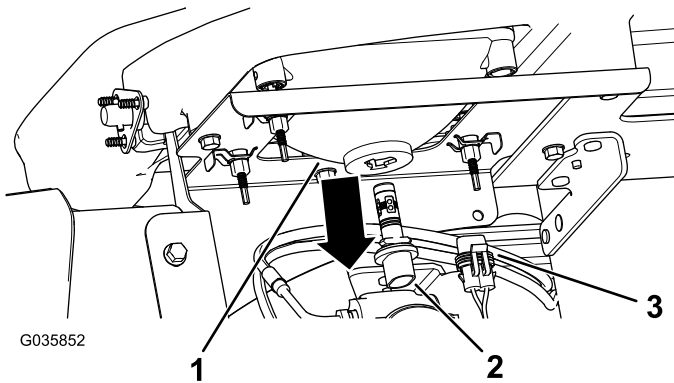

Bild 49
3. Schließen Sie den elektrischen Anschluss für den Kabelbaum vom Lampenanschluss hinten am Scheinwerfergehäuse ab (Bild 49).
4. Drehen Sie die Birne um eine Vierteldrehung nach links und bewegen sie nach hinten aus dem Lampengehäuse (Bild 49).
5. Setzen Sie die neue Birne und das neue Scheinwerfergehäuse ein und fluchten Sie die Nasen in der Birne mit den Schlitzen im Scheinwerfergehäuse aus (Bild 49).
6. Drehen Sie die Lampe um eine Vierteldrehung nach rechts, um sie zu befestigen (Bild 49).
7. Schließen Sie den elektrischen Anschluss für den Kabelbaum am Anschluss der neuen Lampe an (Bild 49).